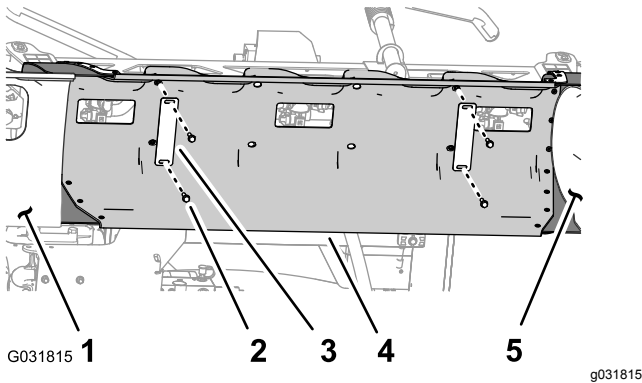

Figure 25
1. Tout en soutenant le couvercle de la section centrale (11 buses), retirez les 4 boulons à embase (5/16 x 1-1/4") et les 2 brides qui fixent le couvercle sur son support (Figure 25).